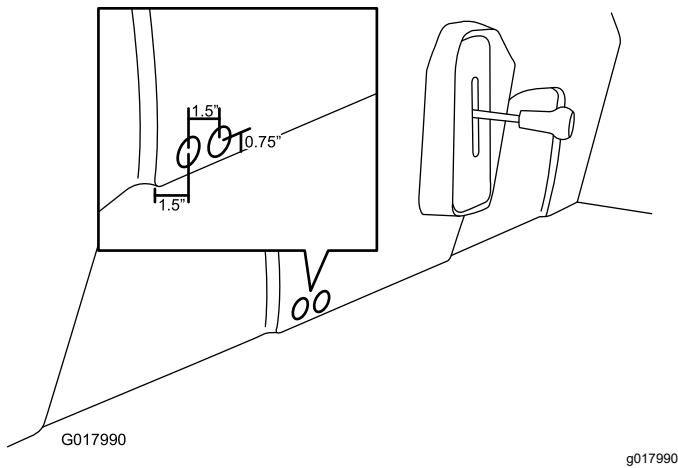

Figura 31
1. Marque y realice 2 taladros en la base del asiento con una sierra perforadora (1"), tal y como se muestra en la Figura 31.